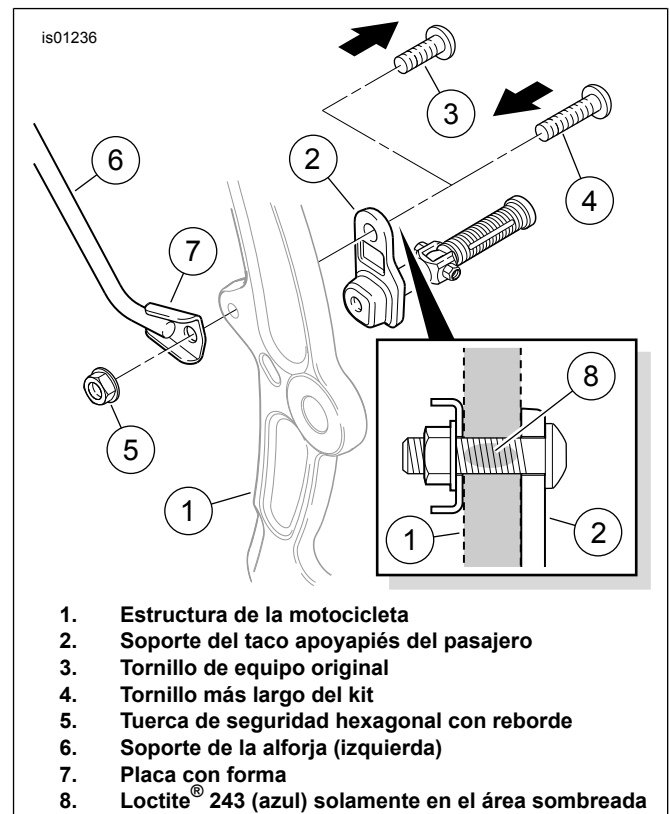

Figura 1. Soporte delantero inferior de la alforja (lado izquierdo)
1. Vea la Figura 1. Use un destornillador con cabeza T-50 Torx[®] para extraer el tornillo de 22 mm (7/8 pulg.) de largo (3) que sujeta el taco apoyapiés y el soporte del taco apoyapiés (2) del pasajero del lado izquierdo a la estructura de la motocicleta (1). Deseche el tornillo.
- a. el soporte inferior izquierdo de la alforja (6),
- b. el tornillo de 38 mm (1-1/2 pulg.) de largo con cabeza de botón (7) y
- c. la tuerca de seguridad hexagonal con reborde con diámetro más grande (8).
3. Vea la Figura 1. Inserte el tornillo Torx **nuevo** (4) del kit a través del agujero en el soporte del taco apoyapiés (2), después aplique unas gotas de Loctite[®] 243 (azul) (vendido por separado) a la porción de las roscas del tornillo (8) que entrará en el agujero con rosca en la estructura de la motocicleta.